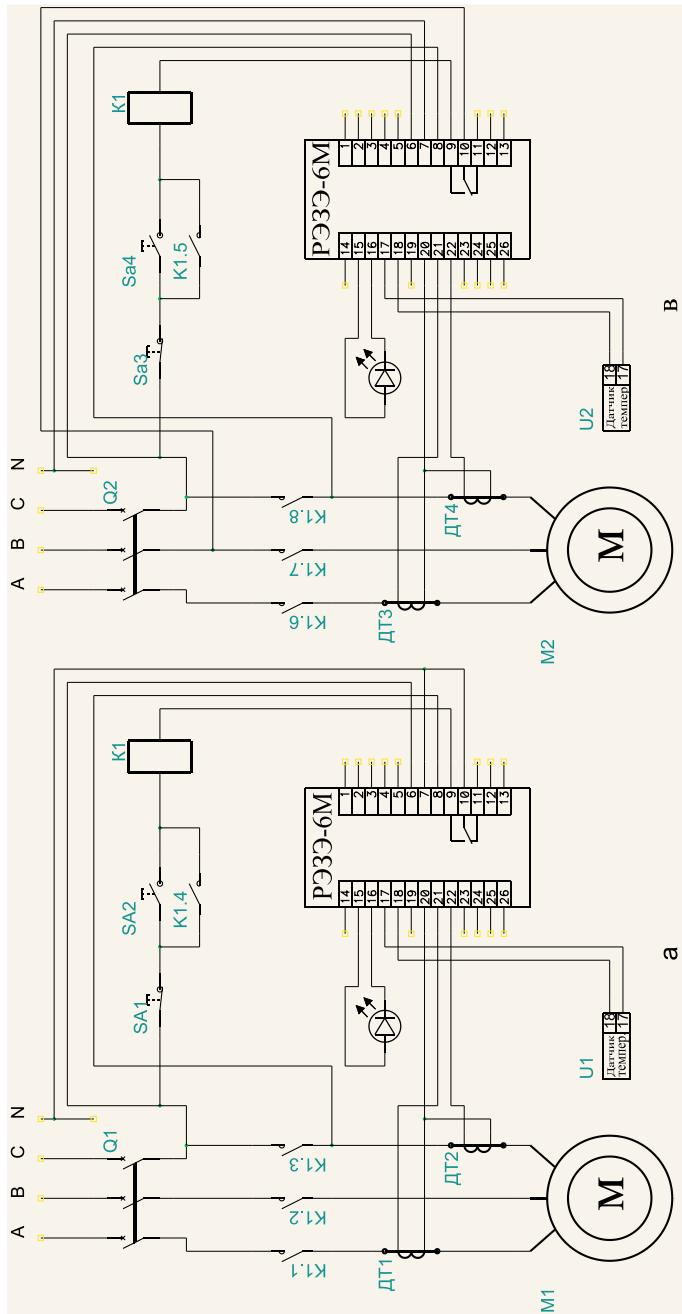

Рис. 6.1. Схемы электрические соединений реле РЭ3Э-6М:
6.5 Произвести монтаж схемы электрической соединений реле согласно рис. 6.1.